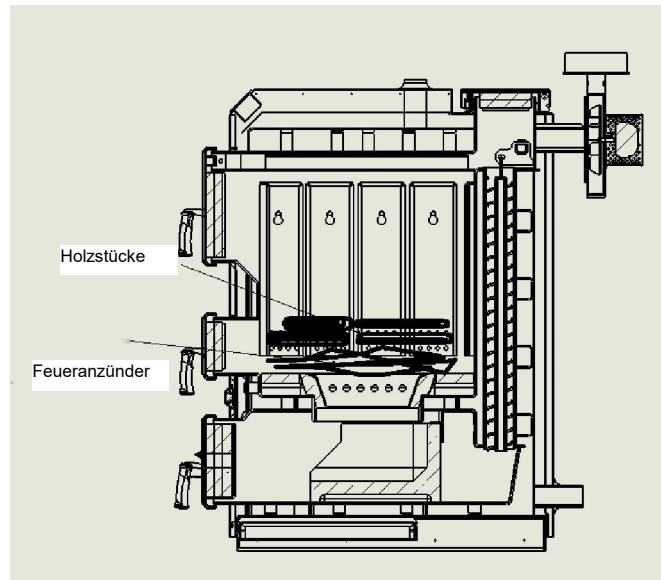

Abb. 8
Schritt 1. Legen Sie eine Schicht Anzünder (vorzugsweise aus Pappe und Papier) auf die Keramikelemente in der Ladekammer. Legen Sie kleine trockene Holzstücke auf den Anzünder. Die Holzstücke sollten dicht über die Breite der Kammer und in einer Mindesthöhe von 20 cm gestapelt werden, um schließlich eine 10 cm dicke Glutschicht zu erhalten. (Abb. 8)